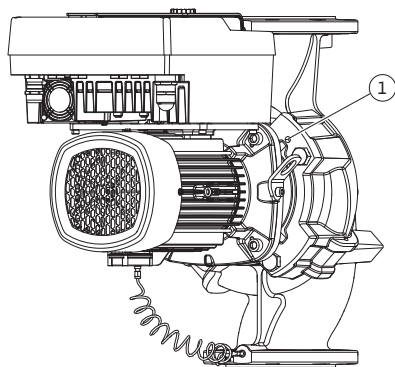

Fig. 11: Trykke av motor-løpehjulsenheten via gjengehull (DN 100 ... DN 125)
- Løsne motor-løpehjulsenhet (se Fig. 4) fra pumpehuset. Avhengig av pumpetyper (se Fig. I...III) finnes det to forskjellige fremgangsmåter: Ved pumpetype Fig. I (DN 32...DN 80) løsner du skruene pos. 29. Trekk motor-løpehjulsenheten av pumpehuset. Ved pumpetype Fig. II og Fig. III (DN 100...DN 125) kan du bruke de to gjengehullene (Fig. 11, pos. 1) til dette. Bruk egnede skruer som er klargjort på monteringsstedet (f.eks. M10 x 25 mm) til dette.
5. Trykk av motor-løpehjulsenheten (se Fig. 4) fra pumpehuset. Bruk de to gjengehullene (se Fig. 11) til dette. Skru inn M10-skruer med passende lengde i gjengehullene for å løsne setet.
7. Løsne de to mistesikre skruene på beskyttelsesplaten (Fig. II, pos. 27), og fjern beskyttelsesplaten.
8. Før en skiftenøkkel i nøkkelbredde 27 mm inn i lanternevinduet, og hold fast akselen ved nøkkelflatene (Fig. II, pos. 16). Skru ut skovlmutteren (Fig. II, pos. 22). Fjern løpehjulet (Fig. II, pos. 21) med en avdrager fra akselen.
9. Løsne skruen (Fig. III pos. 10) og holdeplaten for differansetrykkiveren (Fig. I, pos. 13) fra motorflensen. La differansetrykkiveren (Fig. I, pos. 8) med holdeplaten (Fig. I, pos. 13) henge på trykkmåleledningene (Fig. I, pos. 7). Koble også fra differansetrykkiverens tilkoblingskabel i elektronikkmodulen.
10. Løsne og fjern skruene (Fig. II, pos. 10 og pos. 10a).
11. Løsne lanternen fra motorsentreringen ved hjelp av to-arm-avdrageren (universal-avdrager), og dra den av akselen. Den mekaniske tetningen (Fig. I, pos. 25) fjernes samtidig. Unngå å tilte lanternen.
12. Trykk ut motringen (Fig. I, pos. 26) til den mekaniske tetningen fra setet i lanternen dersom den mekaniske tetningen er skadet. Sett inn ny motring i lanternen.